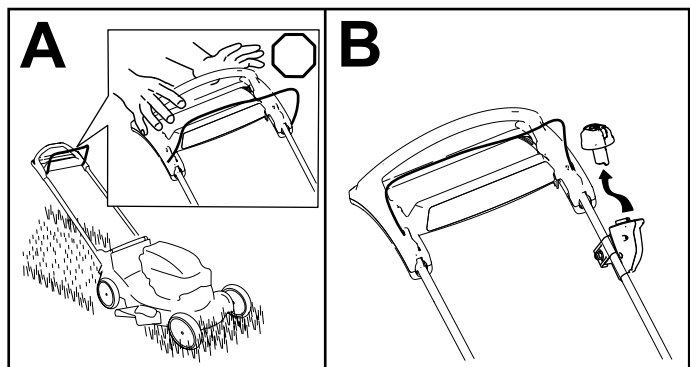

Figura 16
1. Liberte a barra de controlo da lâmina (A de Figura 16).
2. Remova o botão de arranque elétrico do interruptor de arranque elétrico (B de Figura 16).